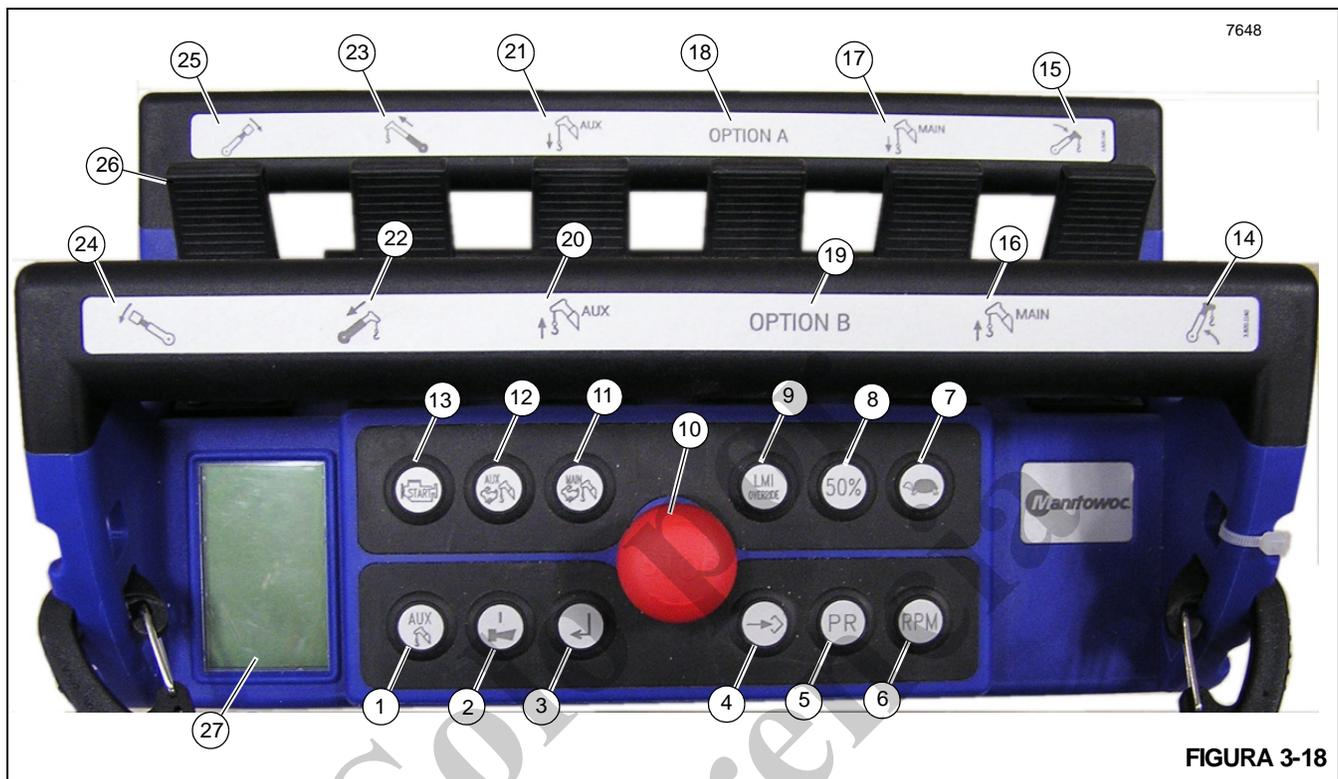
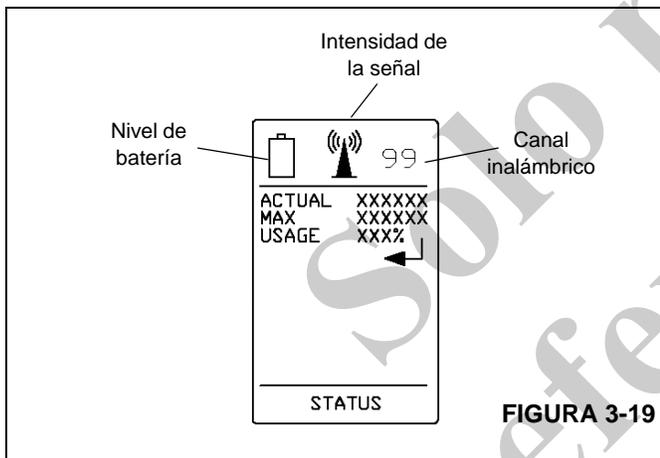

FIGURA 3-18
FIGURA 3-19
El control remoto de la grúa opcional (Figura 3-18) permitirá el control remoto completo de la grúa. El control remoto estándar se inhabilita cuando se utiliza el control remoto opcional de la grúa.
La pantalla LCD (27, Figura 3-18 y Figura 3-19) se usa para comunicar la intensidad de la señal, el nivel de carga de la batería, el canal inalámbrico, el estado del control remoto y la configuración de la máquina basado en los botones que están pulsados. También se visualiza la información del RCL al operador y se puede conmutar presionando el interruptor de pantalla RCL de la grúa (3). La siguiente información del RCL está disponible para el operador en la pantalla LCD:
Para usar este control remoto, el botón rojo de PARADA (10, Figura 3-18) debe activarse para encender el transmisor. Para controlar la grúa, se debe presionar el botón de encendido/bocina (2) para activar el control remoto. La bocina de la grúa sonará como confirmación de que el control remoto ahora está activo. La grúa ahora se puede arrancar presionando sin soltar el botón de arranque del motor (13). El control remoto ahora se puede usar para controlar la grúa. Para activar una función, mueva la palanca de control (26) que corresponde al movimiento deseado.
1. Para usar este control remoto, el botón rojo de PARADA (10, Figura 3-18) debe activarse para encender el transmisor.
2. Presione el botón de ENCENDIDO/Bocina (2) para activar el control remoto. La bocina de la grúa sonará como confirmación de que el control remoto ahora está activo.
3. Presione y mantenga presionado el botón de Arranque del motor (13) para arrancar la grúa. El control remoto ahora se puede usar para controlar la grúa.
4. Mueva la palanca de control (26) que corresponde al movimiento deseado para activar la función deseada.
5. Presione el botón de PARADA rojo (10) al terminar con el control remoto. Esto apagará la grúa.